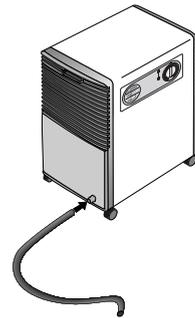

Abb. 3
- 4) An der Abdeckplatte des Gerätes befindet sich eine vorgestanzte Öffnung für den Durchgang der Kondensablaßleitung (Abb. 3). Vor Einsetzen der Leitung ist die Öffnung durchzustößeln.